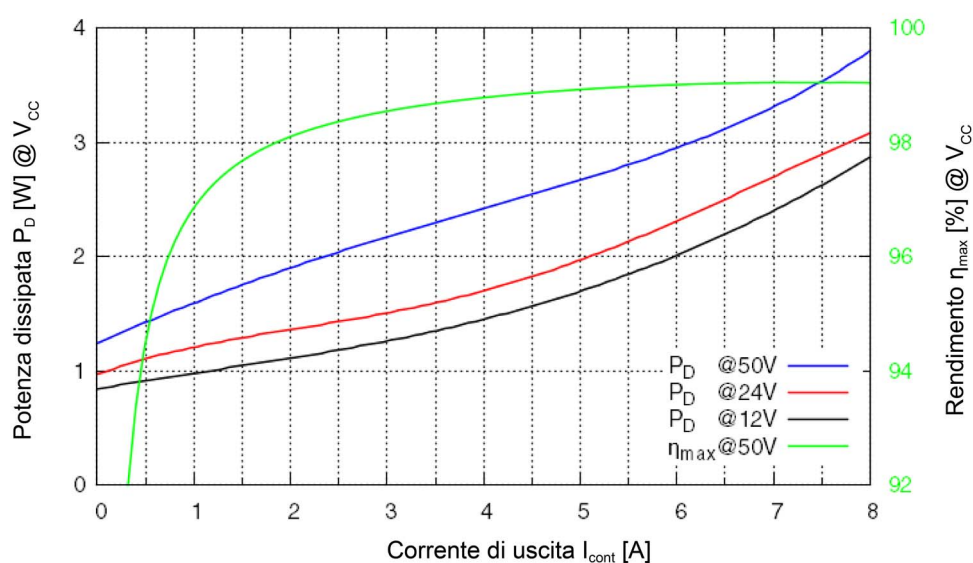

Figura 2-1 Potenza dissipata e rendimento
Range esteso ^{*1)}	Module 50/8: +45...+85 °C Module 50/8 HE: +65...+92 °C Derating →Figura 2-1
2) →Figura 2-1